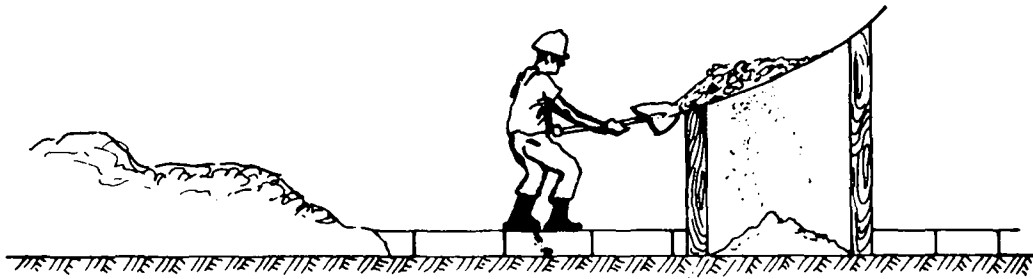

FIG. 1
- 2.º Passo — Peneire a terra (fig. 1).